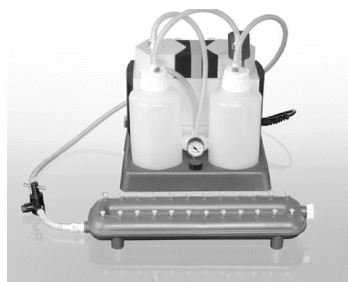

Figura 2. QIAvac 24 Plus, QIAvac Connecting System y Vacuum Pump.
Las columnas QIAamp Mini se procesan en el QIAvac 24 Plus mediante el uso de VacConnectors desechables y VacValves reutilizables. Las VacValves (opcionales) se insertan directamente en las ranuras luer del colector QIAvac 24 Plus y garantizan una velocidad de flujo constante, lo que facilita el procesamiento en paralelo de diferentes volúmenes de muestra. Deben utilizarse si las velocidades de flujo de las muestras difieren significativamente, para garantizar un vacío uniforme. Los VacConnectors son conectores desechables que se colocan entre las columnas QIAamp Mini y las VacValves o entre las columnas QIAamp Mini y las ranuras luer del QIAvac 24 Plus. Estos conectores impiden el contacto directo entre la columna de centrifugación y VacValve durante la purificación y, de ese modo, evitan cualquier contaminación cruzada entre las muestras. Los VacConnectors se desechan después del primer uso. Debido a los grandes volúmenes de solución utilizados, se requiere el QIAvac Connecting System (o una configuración similar con frascos para residuos) (consulte la Figura 2).
- La presión de vacío es la presión diferencial entre el interior del colector de vacío y la atmósfera (presión atmosférica estándar de 1013 milibares o 760 mm Hg) y se puede medir con el QIAvac Connecting System (consulte la Figura 2). Los protocolos requieren una bomba de vacío capaz de producir un vacío de -800 a -900 mbar (p. ej., QIAGEN Vacuum Pump). Deben evitarse las presiones de vacío más altas. El uso de presiones de vacío más bajas que las recomendadas puede reducir el rendimiento y la pureza del ácido nucleico y aumentar el riesgo de membranas obstruidas.